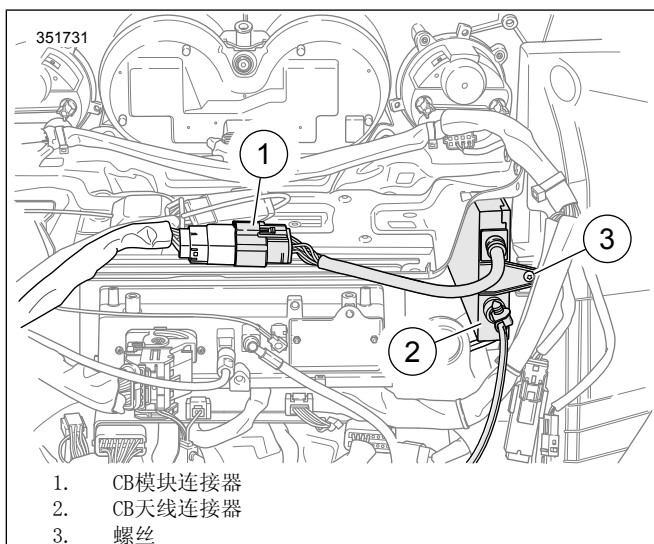

图3。内侧挡风板线束连接器
5. 参见图3。将12位插座盒连接至CB连接器[184](1)。